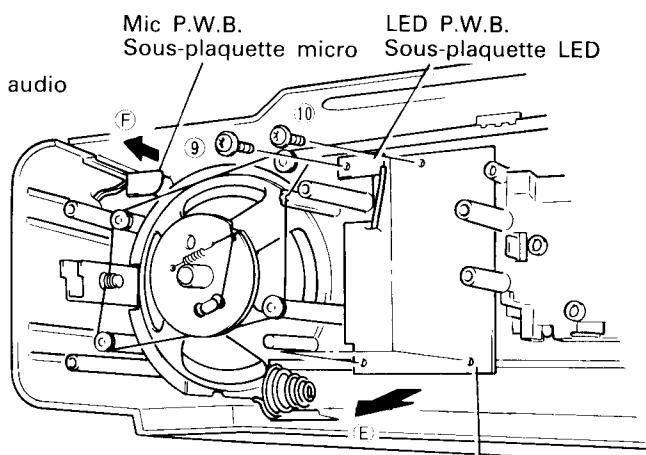

Fig. 6
6. LED P.W.B. (Fig. 6)
7. PRESET-TIMER P.W.B. (Fig. 6)
8. Mic P.W.B. (Fig. 6)
6. Sous-plaquette LED (Fig. 6)
7. Sous-plaquette présélection/minuterie PRESET-TIMER (Fig. 6)
8. Sous-plaquette micro (Fig. 6)